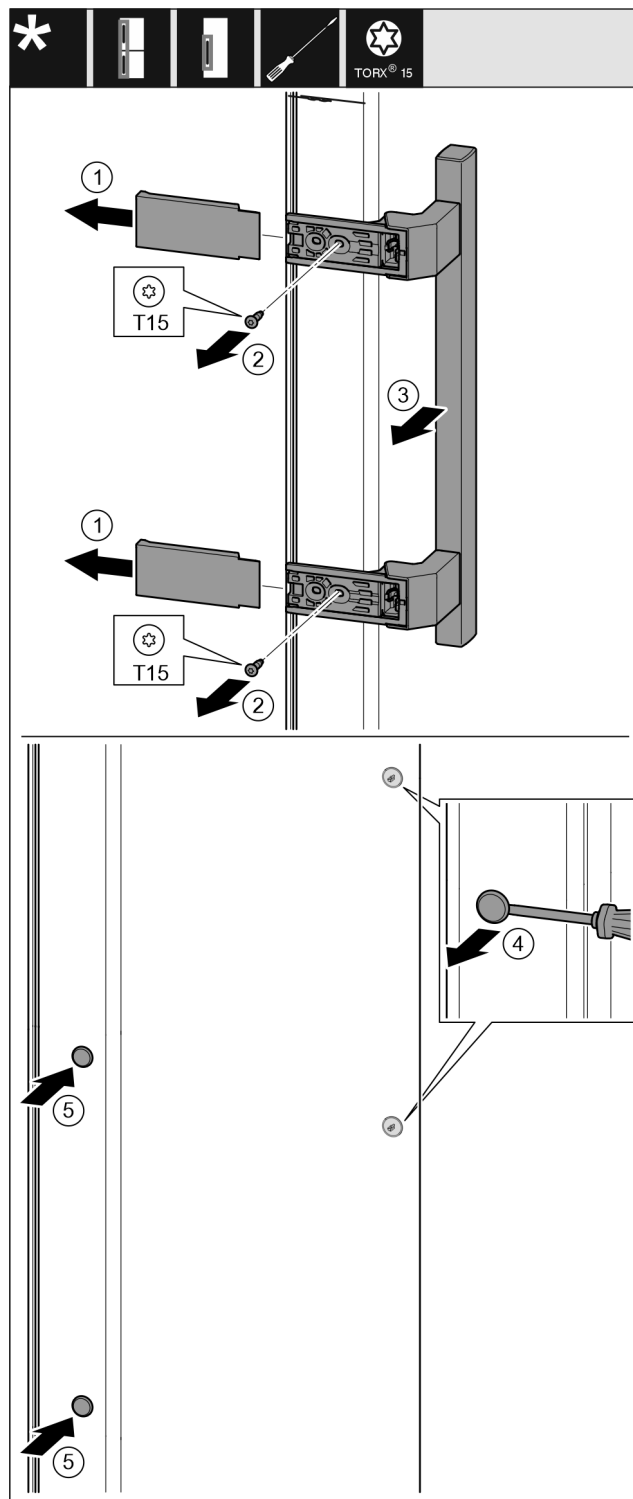

Fig. 14
- ▶ Træk afdækningen af. Fig. 14 (1)
- ▶ Skru skruerne af med en Torx 15-skrueetrækker. Fig. 14 (2)
- ▶ Tag grebet af. Fig. 14 (3)
- ▶ Løft forsigtigt sideproppen af med en kærvskrueetrækker, og træk den ud. Fig. 14 (4)
- ▶ Indsæt proppen igen på den anden side. Fig. 14 (5)